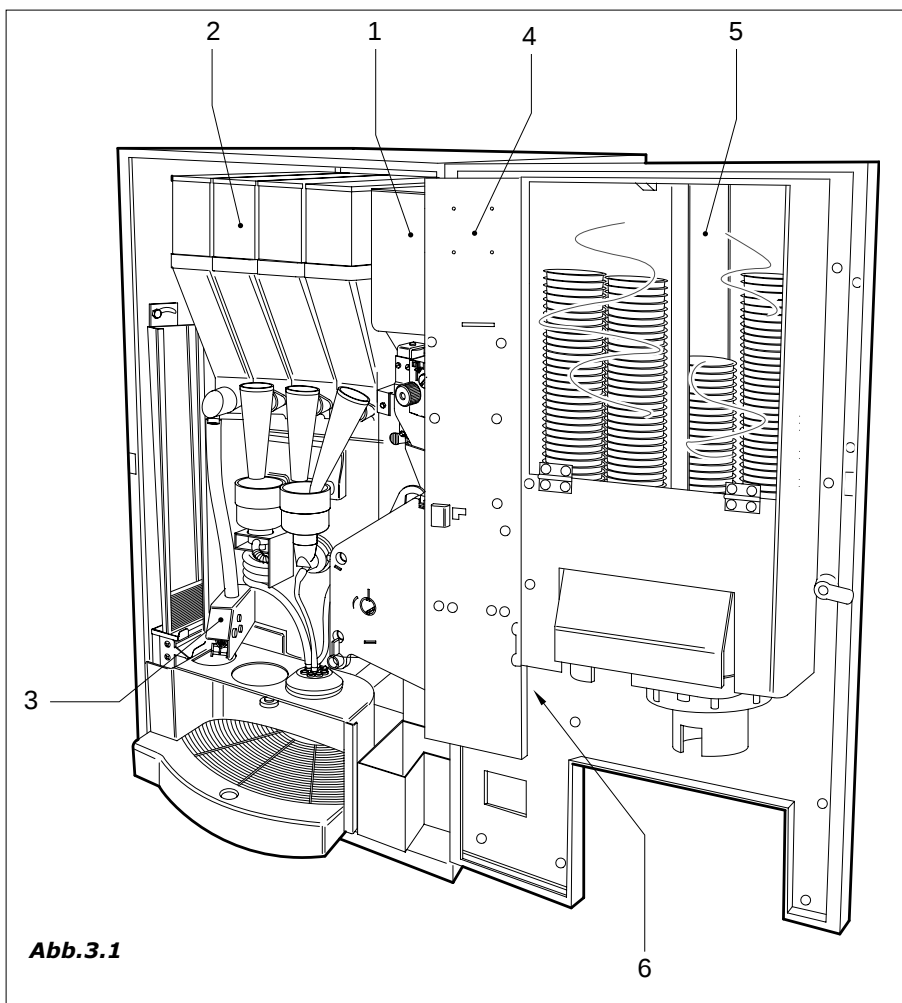

Abb.3.1
3.1 Beschreibung des Automaten (Abb. 3.1)